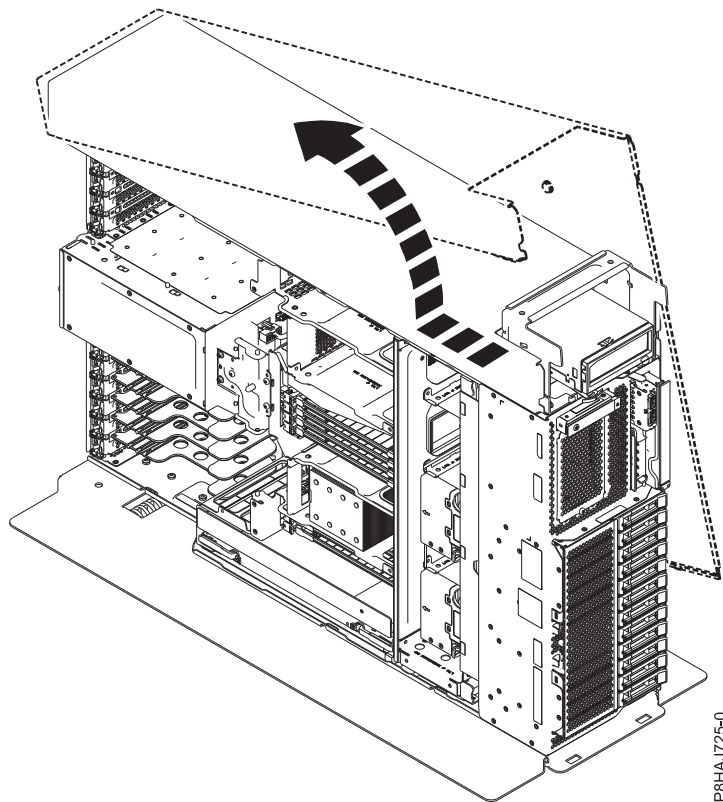

Figura 79. Extracción de la cubierta lateral del sistema 8286-41A
5. Deslice la cubierta lateral sacándola del sistema en la dirección que se muestra en la Figura 79.